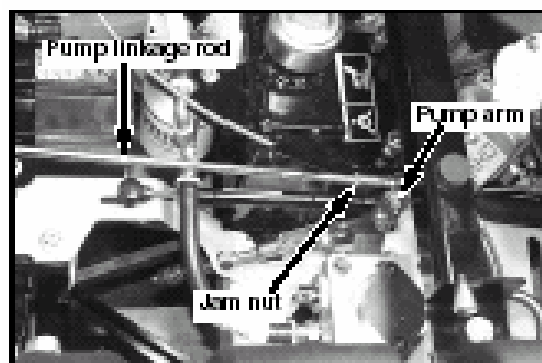

Figure 5-2
Le réglage précis de la direction de la machine s'effectue à l'aide des tringles de réglage de la timonerie de la pompe situées entre le levier de commande et les bras de la pompe. Fig. 5-2
4. Si les roues tournent vers l'avant, desserrez les contre-écrous situés sur les tringles de la timonerie de la pompe et tournez la tringle pour rallonger la timonerie de direction jusqu'au moment où la (les) roue(s) cesse(nt) de tourner. Fig. 5-2
5. Si la (les) roue(s) tourne(nt) vers l'arrière, desserrez les contre-écrous situés sur les tringles de la timonerie de la pompe et tournez la tringle pour raccourcir la timonerie de direction jusqu'au moment où la (les) roue(s) cesse(nt) de tourner. Fig. 5-2